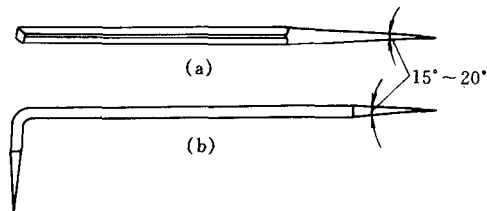

图 1-4 划针
(2) 划针 直接在工件上划出线条，但需配合钢板尺、角尺或样板等导向工具一起使用。它用弹簧钢丝或高速钢制成，直径为 3~6mm，长约为 200~300mm，尖端磨成 $15^{\circ}\sim 20^{\circ}$ 的尖角如图 1-4，并经淬火硬化，这样就不容易磨损变钝。